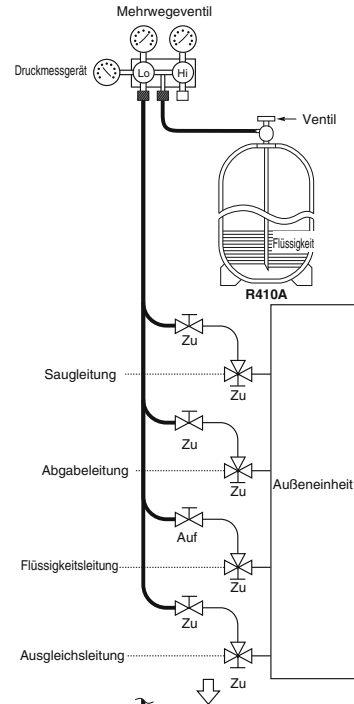

Abb. 6-5
- Einfüllen von zusätzlichem Kühlmittel (berechnet entsprechend der Flüssigkeitsleitungslänge, wie in Abschnitt 1-8 "Zusätzliche Kühlmittelbefüllung" beschrieben) am Wartungsventil an der Flüssigkeitsleitung. (Abb. 6-5)